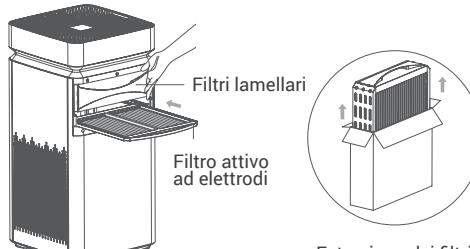

Fig. 3
4. Estrarre i filtri lamellari dalla confezione. Inserire il filtro attivo ad elettrodi e i filtri lamellari come mostrato sull'etichetta (Fig 3).